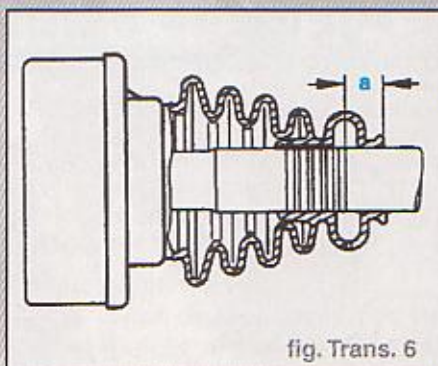

fig. Trans. 6
- position de montage pour l'arbre gauche : fig. TRANS 6 (cote "a" = 17 mm)